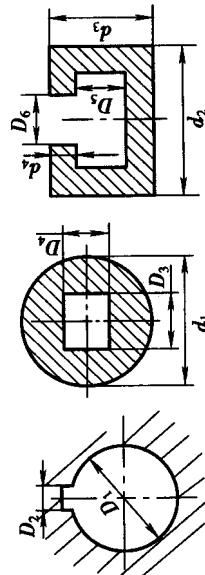

图 2—1
1. 分析图 2—1 中各尺寸，哪个尺寸表示的是孔？哪个尺寸表示的是轴？